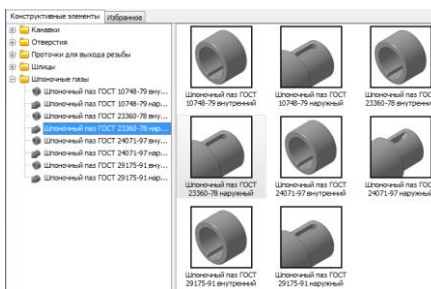

Рис. 23
11.2 Нажать на знак «-» и закрыть папки **Канавки** и **Проточки для выхода резьбы**. Двойным щелчком мыши выбрать папку **Шпоночные пазы/ Шпоночный паз ГОСТ 23360-78** (см. рис. 23).